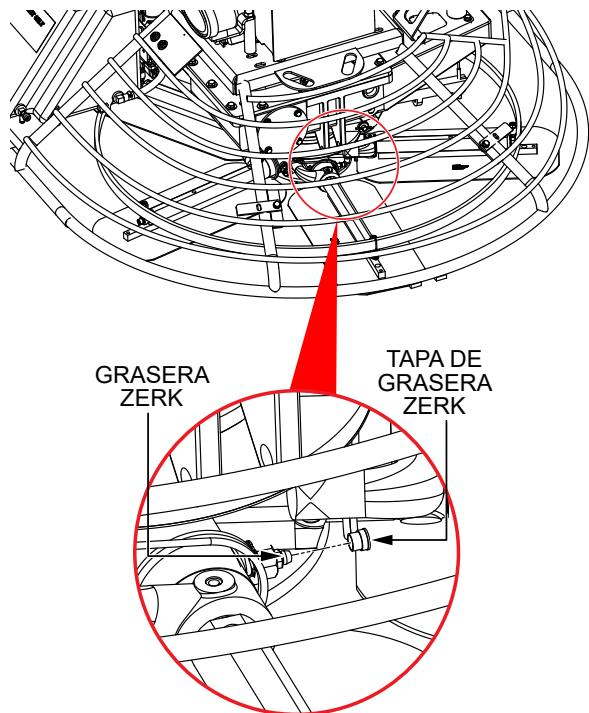

Figura 26. Lubricación de la cruceta
1. Localice una de las graseras Zerk en uno de los conjuntos de cruceta (Figura 26). Quite la tapa de la grasería Zerk y póngala a un lado.